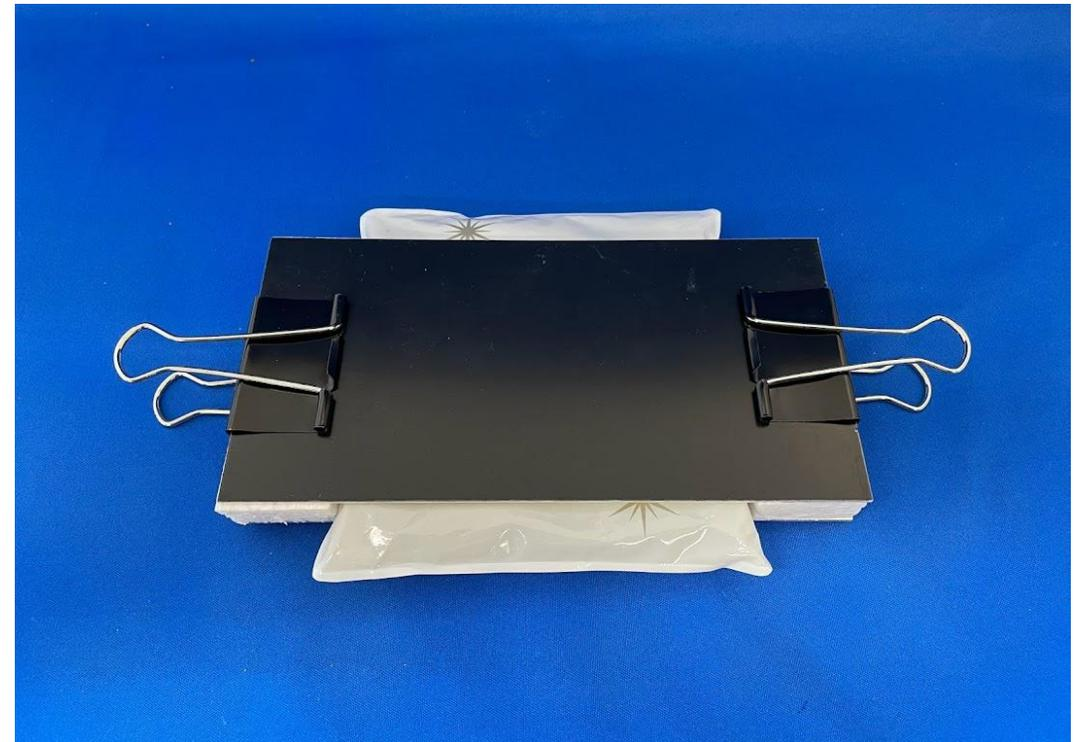

図5 ダブルクリップで挟んだ様子
- ③アルミ板2枚と、その間の発泡スチロールを一度にダブルクリップで挟み込む(図5)。両側を挟むことで、フローズンシートをアルミ板に押し付けることができる。
- ④フローズンシートがすべり出さないことを確認し、ダブルクリップの取っ手をすべて取り外す。